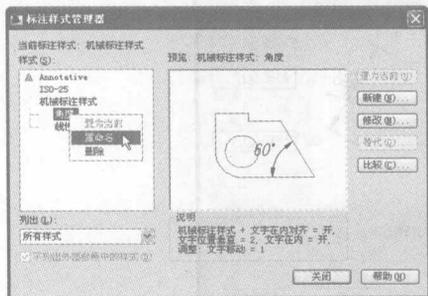
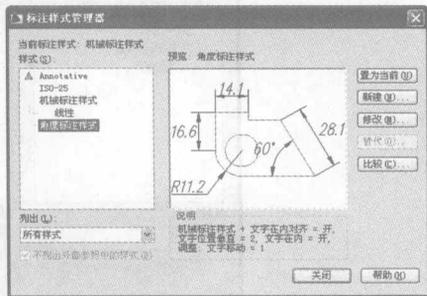

图 1-28 创建适用于“角度”的标注样式
图 1-29 创建“角度标注样式”
4) 单击“确定”按钮，返回“标注样式管理器”对话框，在“机械标注样式”中增加了适用于“角度”的标注样式。选中“机械标注样式”中的“角度”标注样式，单击鼠标右键，在弹出的快捷菜单中选择“重命名”命令，如图 1-28 所示。将“角度”标注样式重新命名为“角度标注样式”，回车后该样式成为一个独立的标注样式，如图 1-29 所示。